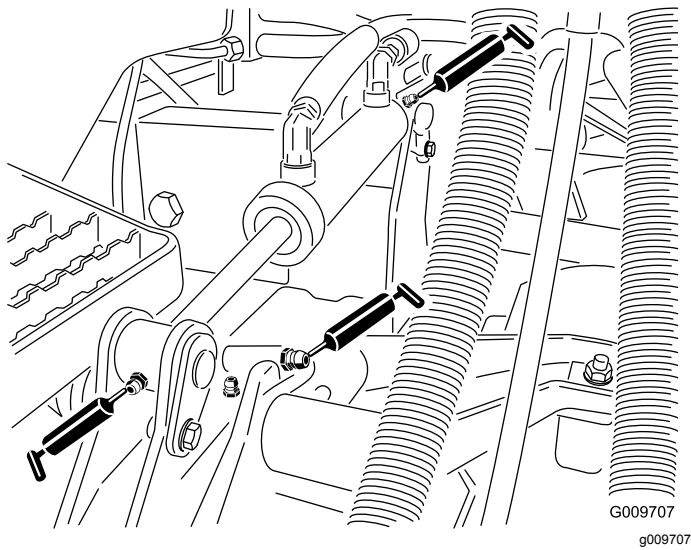

Figura 78
- Casquilhos do braço de elevação (1 por unidade de corte), como se mostra na Figura 78
- Casquilhos do cilindro de elevação (2 por unidade de corte), como se mostra na Figura 78